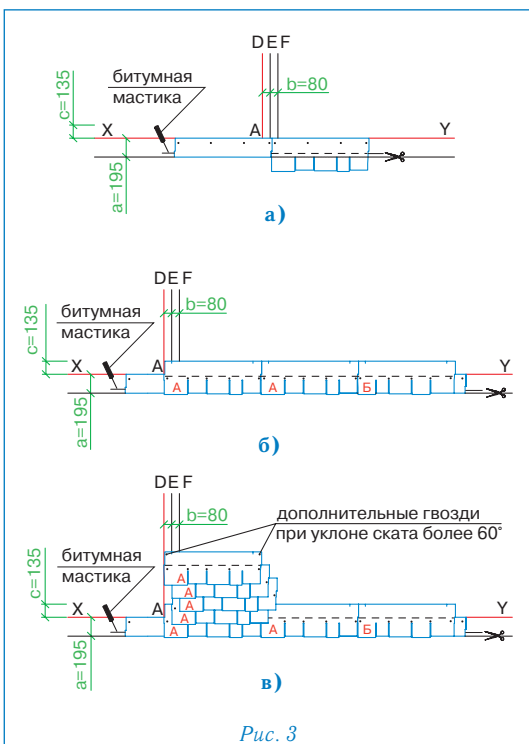

Рис. 3
### Укладка материала (рис. 3)
- Начальный ряд формируется из листов черепицы ЗОДЧИЙ с обрезанными лепестками. Полученные таким образом полосы шириной 19,5 см укладываются по линии карниза в обе стороны от линии E (рис. 3а) и фиксируются по нижнему краю битумной мастикой, а по верхней кромке 4 гвоздями (ось гвоздей на 5 см ниже верхнего края полосы);
- далее первый ряд черепицы укладывается от линии AD в следующей последовательности: тип А, тип А, тип Б (рис. 3б);
- второй ряд черепицы укладывается от линии E (со смещением 8,0 см от AD) (рис. 3в);
Каждый лист гибкой черепицы ЗОДЧИЙ крепится 5 гвоздями таким образом, чтобы гвоздь прошивал и верхний край низлежащего листа черепицы (рис. 3б). При укладке материала на скатах с уклоном более 60° лист должен крепиться 7 гвоздями (2 дополнительных гвоздя фиксируют верхние углы листа на расстоянии от краев 2,5 см).